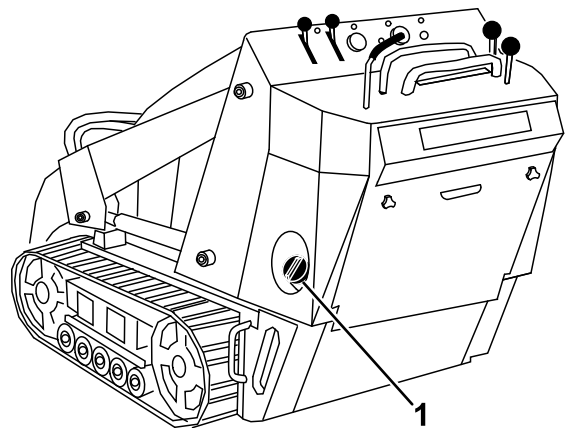

Bild 14
3. Reinigen Sie den Bereich um den Tankdeckel und nehmen Sie den Deckel ab (**Bild 14**).